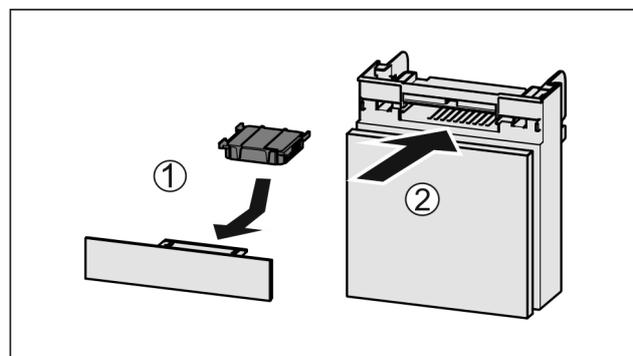

Fig. 92
- ▶ Insérer le filtre à charbon actif d'après le schéma Fig. 92 (1).
- ▶ Insérer le compartiment Fig. 92 (2).